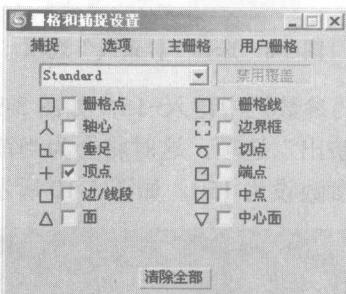

图 3-3 设置捕捉内容
**2** 下面根据墙体结构，绘制出踢脚线。为确保踢脚线与墙体完全重合，下面启用捕捉功能。在工具栏上单击“捕捉开关”按钮，然后在该按钮上右击，打开“栅格和捕捉设置”窗口。在“捕捉”面板中清除“栅格点”复选框，并选择“顶点”复选框，以确定捕捉的类型。如图 3-3 所示。